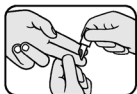

Fig. 2
- b) Sortir la microcuvette de son emballage. Tenir la microcuvette avec deux doigts au niveau de son extrémité arrière et amener l'extrémité de remplissage au contact de l'échantillon de sang capillaire, voir figure 2. Le sang doit être mélangé avant de procéder à la mesure, notamment lors de l'utilisation de seringues ou de tubes spéciaux. En utilisant un instrument de transfert, placer une goutte de sang sur une surface hydrophobe, voir figure 3. Évitez toujours la contamination de l'œil optique.